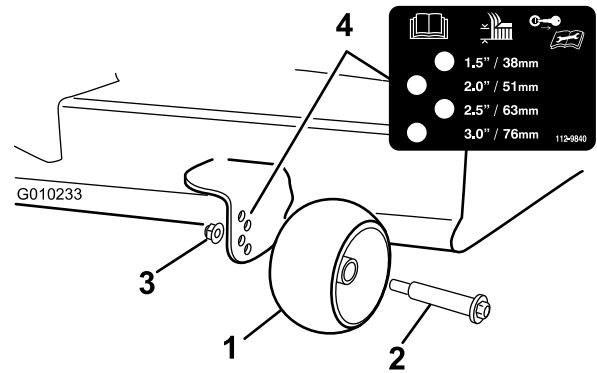

Bild 33
3. Stellen Sie die Antiskalpierrollen so ein, dass sie der nächsten Schnitthöheneinstellung entsprechen (Bild 33).